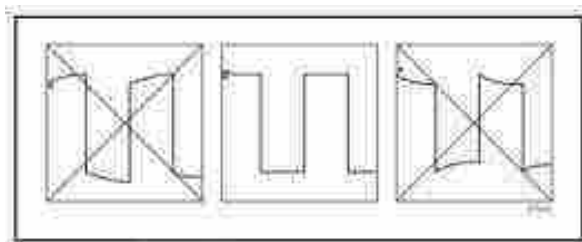

Figura 75: Onda cuadrada óptima.
8. Ajustar el tornillo de corte en la carcasa de la sonda de INPUT A para obtener una onda cuadrada óptima dentro de los marcadores iguales en la pantalla que se muestra en la figura 75.